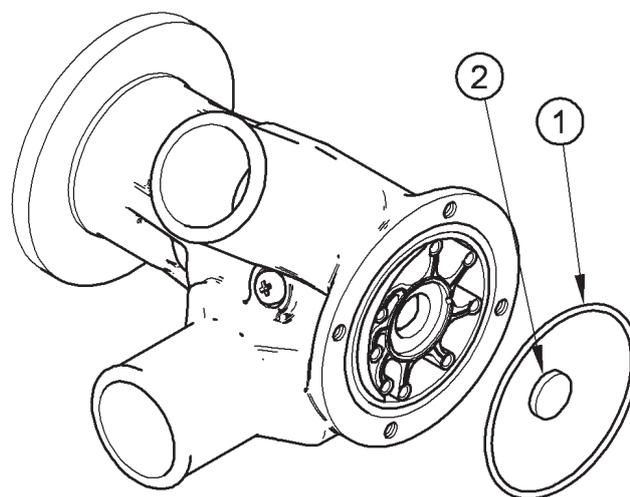
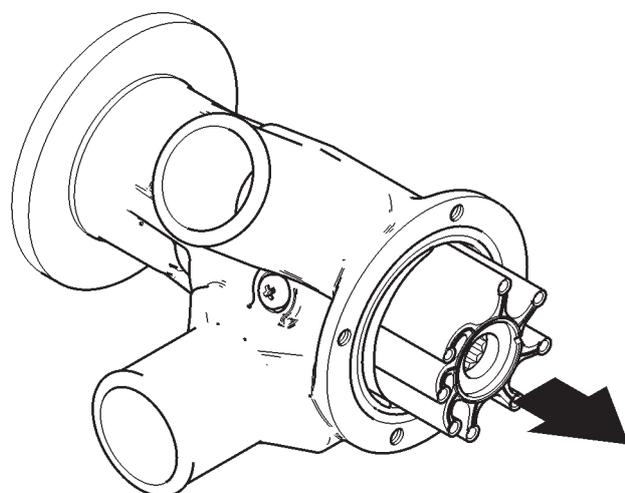

Figura 7
Figura 8
3. Prestare attenzione all'O-ring di tenuta (voce 1 figura 7).
4. Rimuovere il tappo terminale in gomma (voce 2 figura 7), quindi estrarre la girante dall'albero (figura 8).